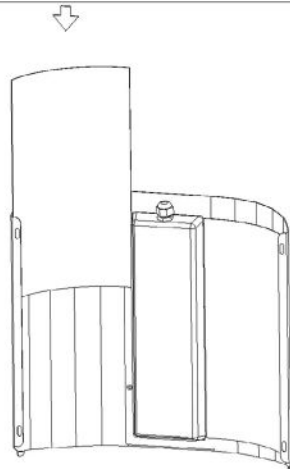

Fig.6
Das Klebepapier muss mindestens einmal pro Monat ausgewechselt werden oder auch öfter, falls der Raum voller Insekten oder besonders schmutziger Insekten ist (Abb. 6 und 8).
- Entfernen Sie den Schutzfilm vom Klebepapier, und legen Sie es an der dafür vorgesehenen Stelle, indem Sie es etwas knicken und vermeiden, dass es an den Leuchten festklebt. (Abb. 6).